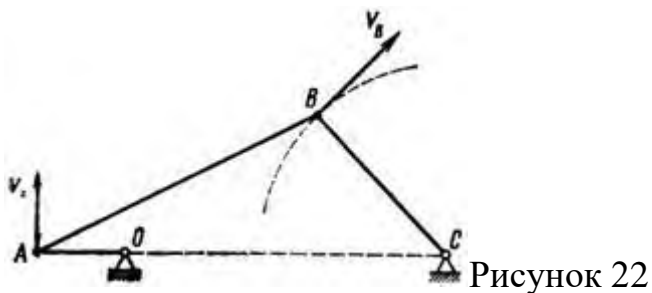

Рисунок 22
3. В четырехзвенном механизме $OABC$ (рис. 22) точка A движется по круговой траектории радиусом $OA = 0,15 \text{ м}$, а точка B – по дуге радиусом $BC = 0,3 \text{ м}$, $OC = 0,5 \text{ м}$. Определить для данного положения механизма скорость точки B , если $v_A = 4,55 \text{ м/с}$.